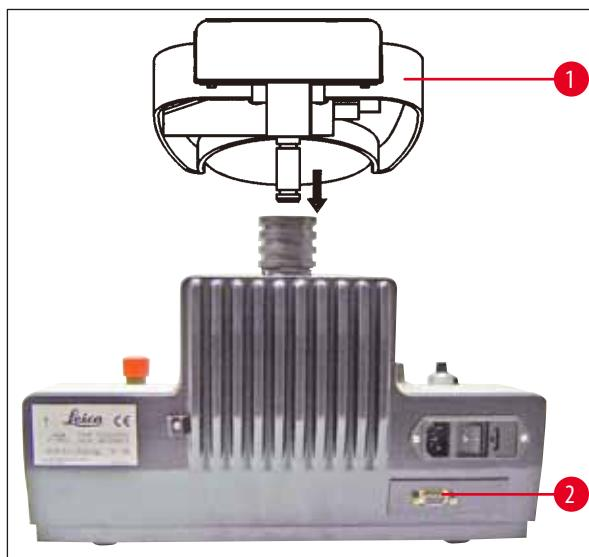

Рис. 8
- Установите на прибор, как показано на рис (Рис. 8).